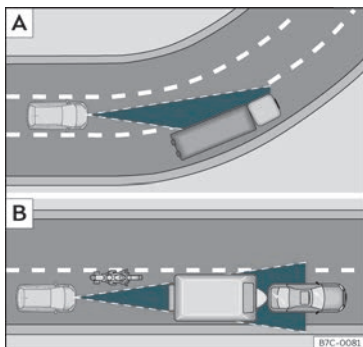

Fig. 164 A) Vehículo nunha curva. B) Motociclista circulando por diante fóra do radio de acción do sensor de radar.
O ACC podería non detectar en curva o vehículo precedente ou podería regular a distancia con vehículos que se atopan noutros carrís >>> **fig. 164 A**.
- Vehículos que circulen sen aliñación ou fóra da zona de detección do sensor, por exemplo, motocicletas >>> **fig. 164 B**.